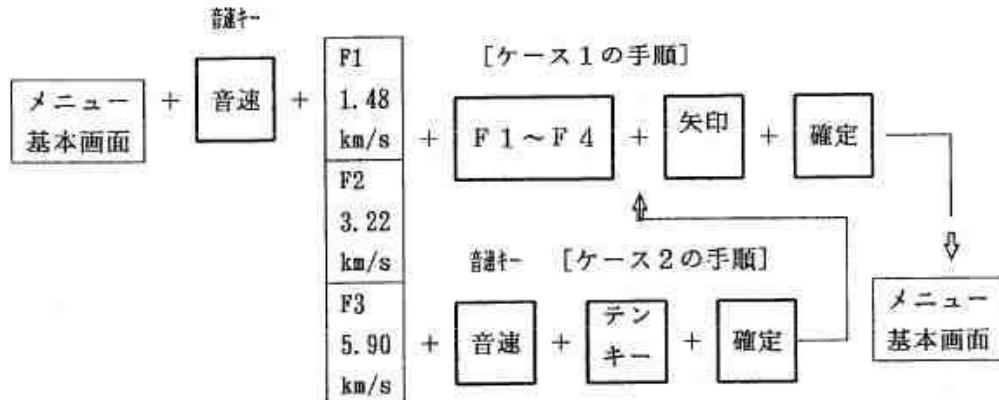

図 6.2.23 試験体の音速を調整・設定する方法
① 機能キー【音速】を1回押しますと、音速選択メニューが図6.2.23に示したようにメニューエリアに表示されます。
② 設定したい音速に応じて選択キー【F1～F3】を押して下さい。
③ もし、その音速の精密な調整が必要ならば、探傷图形を見ながら矢印キーで、その音速を増減し、表示器の探傷条件表示エリアの音速の値が、この操作で変化することを確認して下さい。
④ 所定の値に音速を設定した後、確定キーを押します。入力した音速は、UI-23に設定されます。メニューエリアはメニュー基本画面に戻ったことを確認して下さい。
② テンキーモードを得るために、もう一度機能キー【音速】を押します。
③ テンキーモードで、既知の音速値を入力します。
④ 最後に、確定キーを1回押します。入力モードがテンキーモードから矢印キーによって精密調整が可能なモードに変わります。もし、更に調整する必要がなければ、もう一度確定キーを1回押します。入力した音速は、UI-23に設定されます。メニューエリアはメニュー基本画面に戻ったことを確認して下さい。